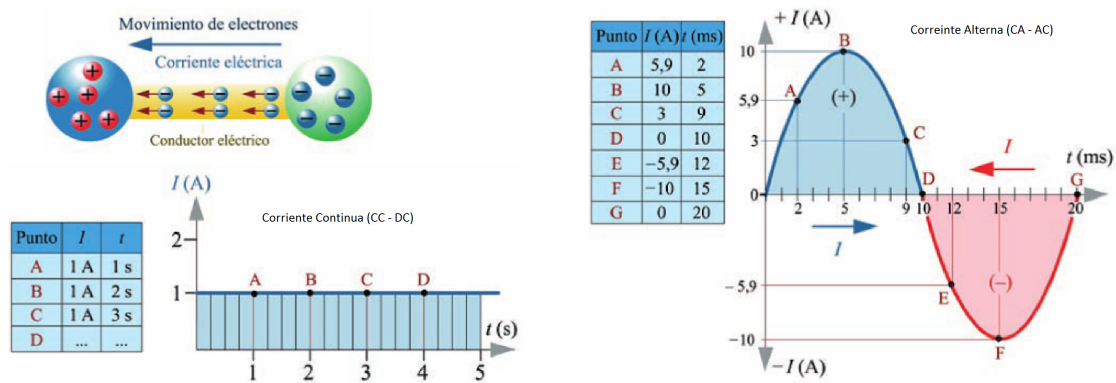

Figura 2. Corriente alterna vs. corriente continua.
El movimiento de electrones que se establece en un conductor se llama corriente $i(t)$. La corriente puede ser corriente continua (CC — DC) o corriente alterna (CA — AC), como se aprecia en la figura 2. La unidad de la corriente es el ampere (A).